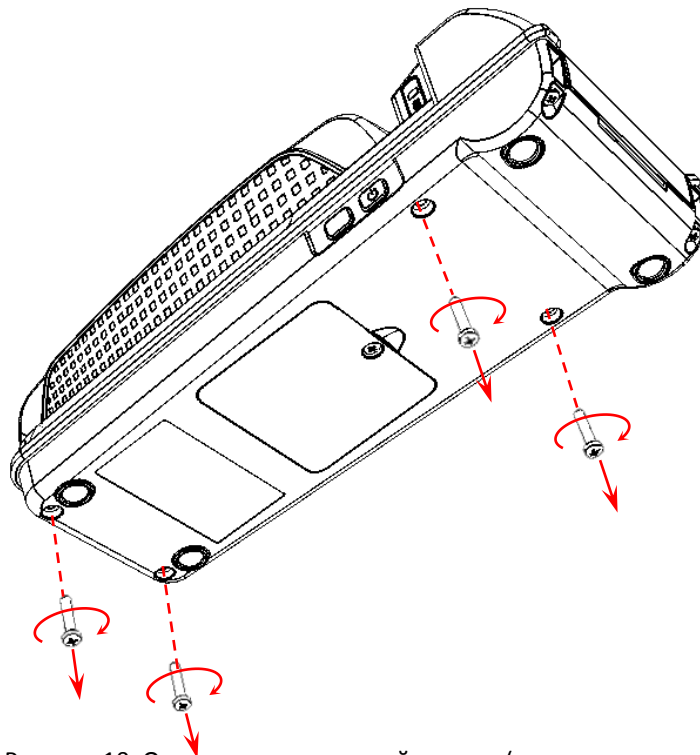

Рисунок 10. Отделение переходной панели (выкрутить винты)
3. Продеть FPC-шлейф в проем переходной панели AL.P120.01.002 (смотрите рисунок 10).
5. Закрепить переходную панель на ПинПад, вкрутив винты крепления (смотрите рисунок 10).
7. Совместить переходную панель (с установленным ПинПадом) с корпусом изделия, при этом необходимо учитывать конструктивные особенности корпуса изделия и переходной панели – стойки и выступ панели должны быть установлены в проемы корпуса изделия (подробнее смотрите рисунок 10).
8. Вкрутить винты крепления переходной панели к корпусу изделия (смотрите рисунок 10).